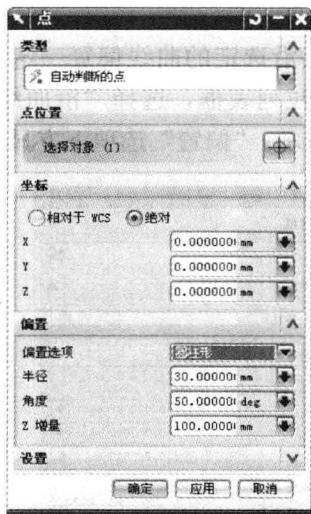
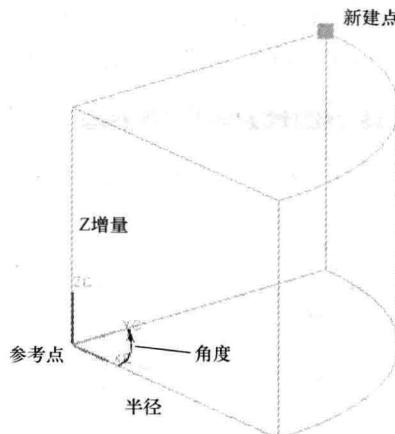

图 1-25 “点”对话框（七）
图 1-26 圆柱形偏置法示意图
2) 圆柱形（柱面坐标系）的偏置方法。圆柱形偏置方法是通过指定柱面坐标系中半径、角度、Z三个方向的坐标值来建立新点。单击图 1-16 所示的“点”对话框中“偏置”下拉列表框，选择“圆柱形”，并在绘图区选择已经存在的参考点，“点”对话框变为如图 1-25 所示。“偏置”选项下方显示“半径”、“角度”、“Z 增量”输入框，分别指定沿三个方向的偏置值，“坐标”选项下方的 X、Y、Z 坐标输入框用来指定参考点的坐标，参考点也可以在绘图区直接捕捉。单击对话框的“确定”按钮即可建立新的偏置点。圆柱形偏置法如图 1-26 所示。